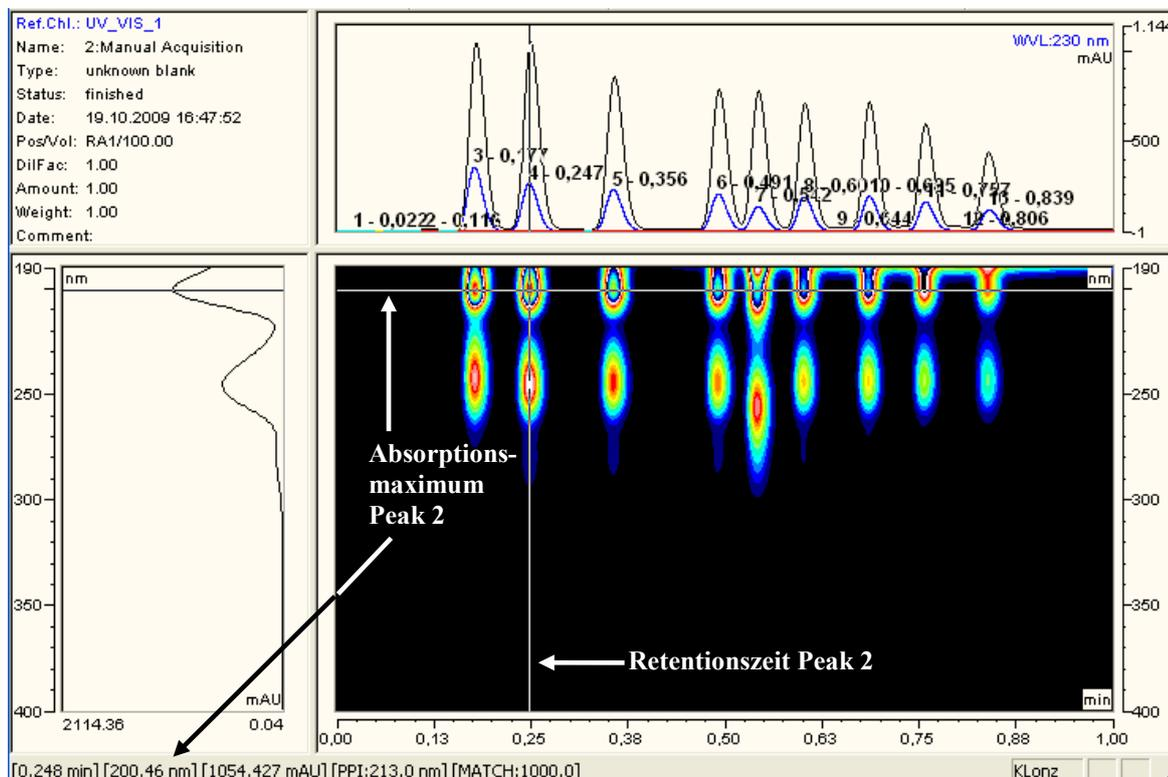

Abb. 34: 3D-Daten eines Diodenarray-Detektors
1. Verwenden Sie eine Probe mit einer für Diodenarray-Detektoren geeigneten Konzentration (z.B. 100 ng/μL) und führen Sie einen Probenlauf mit dem DAD durch, indem Sie ein 3D-Feld aufzeichnen. Sie können aus der 3D-Darstellung in Chromeleon (→ Abb. 34, Seite 76) die Retentionszeiten und Absorptionsmaxima, und damit die optimalen Anregungswellenlängen der einzelnen Probenbestandteile entnehmen.